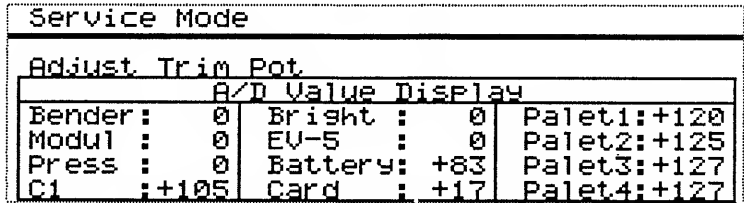

Fig.1
The LCD of figure 1 will appear.
LCDディスプレイにFig.1のように表示される。
The LCD shown in figure 1 will appear.
LCDディスプレイに、Fig.1のように表示されます。
2. While pressing number button [6], turn the power on. The LCD shown in figure 1 will appear.